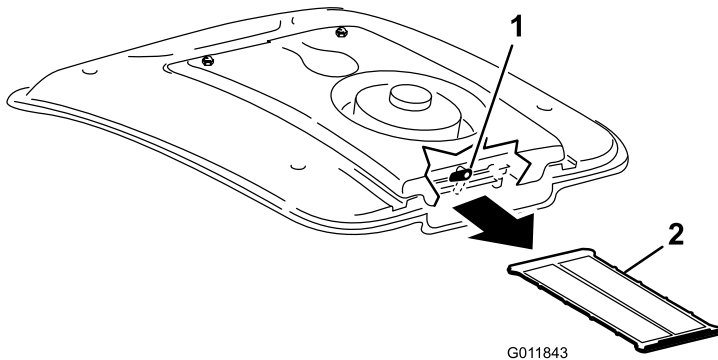

Figura 57
2. Na parte posterior da montagem da ventoinha, rode o trinco para o lado (Figura 57).
3. Deslize o filtro A/C da parte inferior da serpentina do ar condicionado (Figura 57).
4. Limpe cuidadosamente o filtro com ar comprimido (Figura 57).